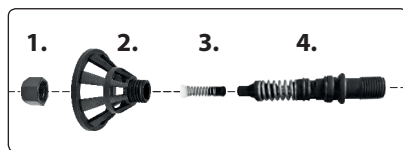

Abb. 7
4. Mit der Verdünnung reinigen Sie die Düse (Teil 1 auf der Abb. 7) und dann stechen Sie mit Hilfe der mitgelieferten Nadel die Öffnung(en) sowohl im Teil 1, als auch im Teil 3 auf der nachstehenden Abb. 7 durch. Für den Zugang zu den Öffnungen im Teil 3 muss der Teil 1 mit Hilfe des mitgelieferten Flügelschlüssels abgeschraubt werden.
5. Falls auch der Innenbereich der Pistole verunreinigt ist, muss dieser Bereich nach dem folgenden Schema (Abb. 7) demontiert werden und sämtliche Teile müssen mit einer geeigneten Verdünnung und Textilie gereinigt und ggf. muss auch die Nadel zum Durchstechen der Öffnungen verwendet werden. Der Teil 3 ist lose - herausnehmbar, nachdem der Teil 1 abgeschraubt wurde, und der Teil 4 wird als nachfolgender kompletter Teil herausgenommen; zu seiner Demontage muss ggf. eine Zange verwendet werden, man darf jedoch nicht das vordere Gewinde beschädigen. Verwenden Sie zum Schutz vom Gewinde am Teil 4 einen Lappen, in den Sie das Gewinde vor der Demontage einwickeln. **Falls Sie Anstrichmittel auf Wasserbasis verwenden, muss der Teil 4 immer herausgenommen und nach der Reinigung am besten mit einem heißen Luftstrahl oder einem Stück Stoff abgetrocknet und ordnungsgemäß ausgetrocknet gelassen werden, damit etwaige Korrosion vermieden wird.**
6. Benetzen Sie den Korpus, die Feder und den Kolben (Abb.7, Teil3 und 4) leicht mit Schmieröl (z. B. für Nähmaschinen).